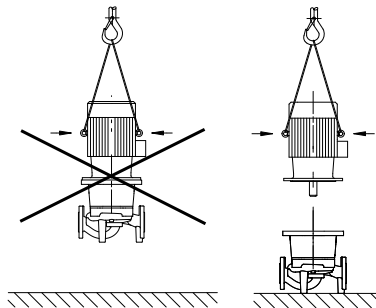

Fig. 20: Transport van de motor
- **Gebruik de hijsogen aan de motor alleen voor het dragen van de motorlast en niet voor het dragen van de totale pomp (Fig. 20).**